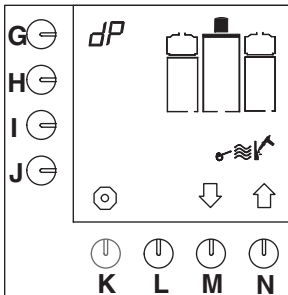

Fig. 18 Start av rensprogrammet, kaffetraktesystemet
- Rensprogrammet vises på displayet (fig.18).